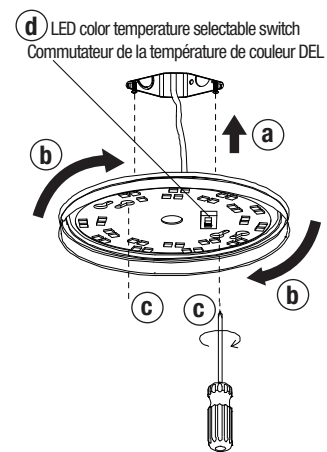

Fig. 4a
- Press the housing against the junction box (Fig. 4a, step "a") and turn it in order to be retained by the mounting screws, as shown in Fig. 4a, step "b".
5. Lock the housing to the junction box by tightening the mounting screws (Fig. 4a, step "c").
6. Select the desired LED color temperature by using the switch of luminaire (Fig. 4a, step "d").
- Appuyer le boîtier contre la boîte de jonction (Fig. 4a, étape "a") et le tourner pour qu'il soit retenu par les vis de montage, comme illustré sur la Fig. 4a, étape "b".
5. Sécuriser le boîtier en serrant les vis de montage (Fig. 4a, étape "c").
6. Sélectionner la température de couleur de DELs désirée en utilisant le commutateur du luminaire (Fig. 4a, étape "d").